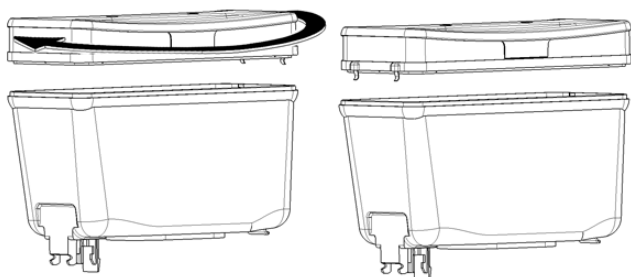

figure 1
**9** Tournez le couvercle de 180° pour l'éteindre. (voir figure 1)